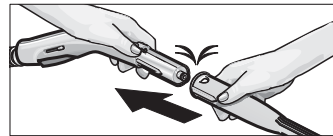

Рис. 1: приєднання насадок до парового пістолета
- З'єднайте необхідну насадку (C1, D1) з паровим пістолетом (B1). Для цього необхідно надіти трубчастий кінець насадки на паровий пістолет (B1). Насадку необхідно надягати на паровий пістолет, доки кнопка розблокування (B3) парового пістолета не увійде у зацеплення (див. рис. 1).